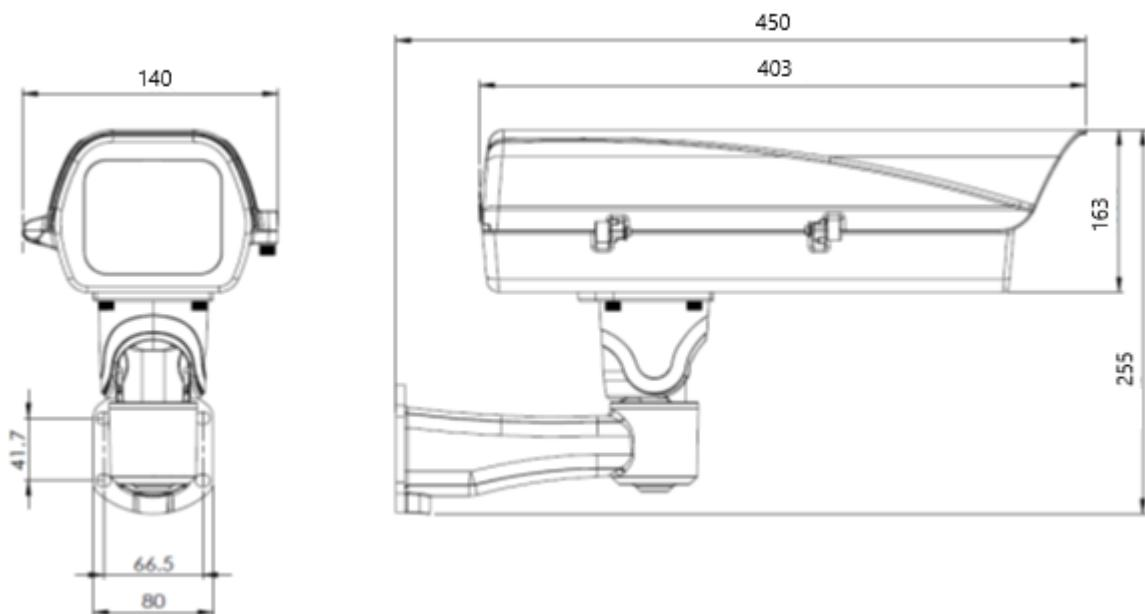

Рисунок 2 – Габаритные размеры IP-видеокамеры SDP-856
Для крепления IP-видеокамеры в комплекте поставки предусмотрен кронштейн (рисунок 2).
- 5) установить разъем 8p8c на информационный кабель и подключить к разъему Ethernet IP-видеокамеры (рисунок 2);